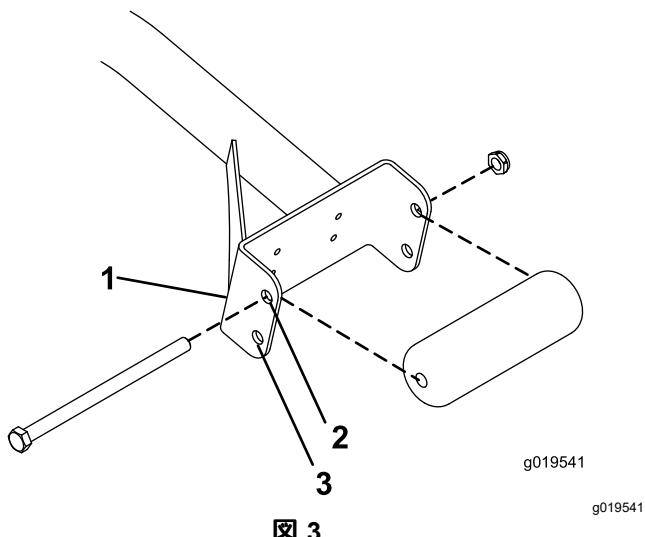

図3
- 27インチのカッティングユニットを使用する場合は、ローラを、サポートアセンブリのチャネルの上穴に取り付ける図3。
- 32インチのカッティングユニットを使用する場合は、ローラを、サポートアセンブリのチャネルの下穴に取り付ける図3。